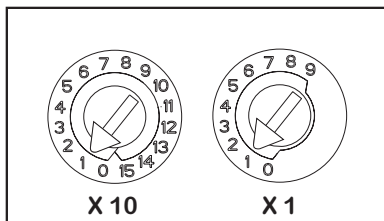

Abbildung 1: Drehschalter für die Adressierung
1. Ajuste la dirección del sensor (fig. 1) girando los selectores rotatorios en la parte inferior del sensor, seleccione un n° entre el 01 y 159. (Nota: El número de direcciones disponibles depende de la capacidad de la central, consulte la documentación de la central de incendios). Anote la dirección en la etiqueta de la base.
1. Stellen Sie die Melderadresse durch Drehen der beiden Drehschalter auf der Unterseite des Melders ein (siehe Abb. 1). Wählen Sie eine Adresse zwischen 01 und 159. Notieren Sie die Adresse auf dem Aufkleber am Meldersockel. Beachten Sie die maximal mögliche Anzahl von Meldern die die Brandmelderzentrale unterstützt (siehe Bedienungsanleitung der Brandmelderzentrale).